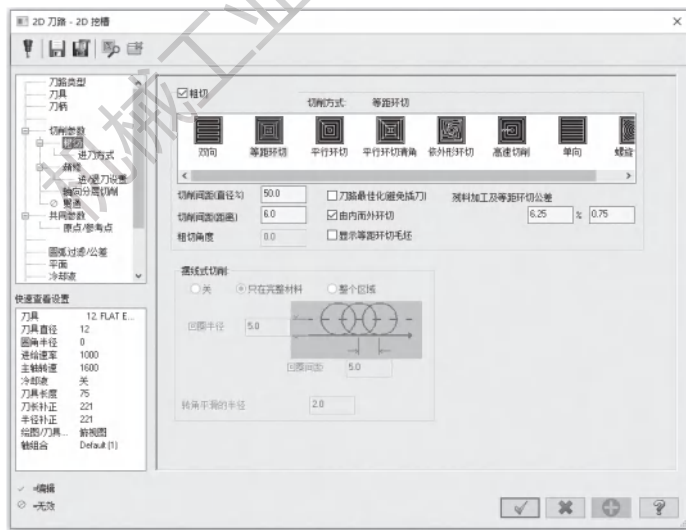

图 3-43 粗切选项卡
4) 打开【粗切】选项卡, 勾选【粗切】选项, 选择【切削方式】为【等距环切】, 设置【切削间距 (直径%)】为 50.0, 其他参数按默认设置, 如图 3-43 所示。